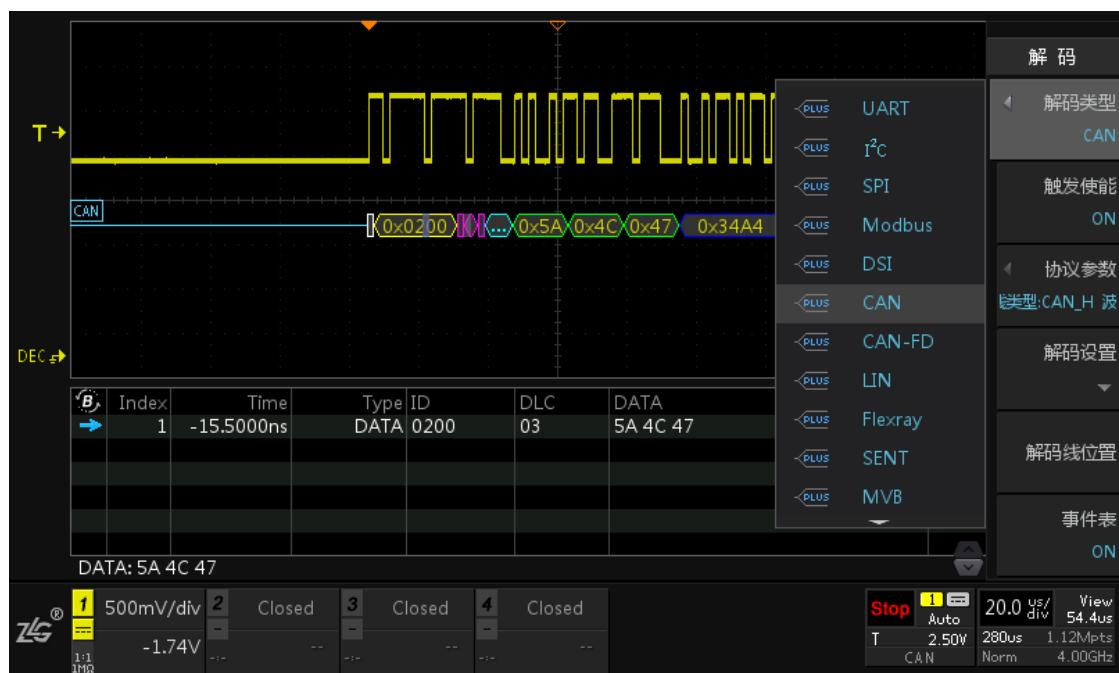

图 15.6 解码类型选择
- 4、点击选择【解码类型】，旋转旋钮 A 选中“CAN”，短按旋钮 A 即可确认选择“CAN”协议如图 15.6 所示，点击【触发使能】为“ON”，点击【协议参数】进入协议参数设置界面，旋转旋钮 A 可选中其中的参数，点击参数后通过旋钮 A 对其进行修改，参数如图 15.7 所示；